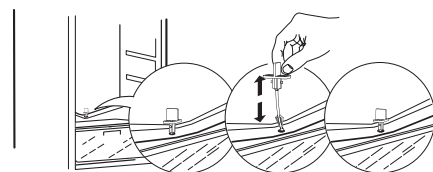

Fig. 1
- För att garantera korrekt dränering av avfrostningsvattnet ska dräneringsfiltret i monteringspåsen användas regelbundet för att rengöra avfrostningens avlopp. Det här utloppet är placerat på den bakre väggen i kyldelen (se bild 1). Förvara alltid avloppsfiltret i avloppet för att förhindra blockeringar som orsakas av smuts.